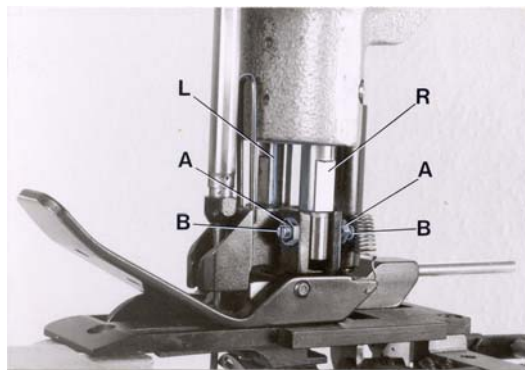

Fig. 9
Remove the needle and rotate the pulley until the feed dog is below the throat plate. Depress the presser foot lifter lever and insert the presser foot in the two presser bars (L and R, Fig. 9). The right presser bar (R) should only engage with its pivot in the groove of the presser foot shank.
Loosen the two lock nuts (A, Fig. 9) and align with the two set screws (B) the needle slot in the presser foot with the needle slot in the throat plate. Secure this setting with the two lock nuts (A). Note: The two set screws (A) should just contact the pivot of the right presser bar (R) but not be tightened. Now tighten the two set screws left in the presser foot shank on the left presser bar. Insert the needle.
Entfernen Sie die Nadel und drehen Sie an der Riemenscheibe bis der Transporteur unter der Stichplatte steht. Drücken Sie den Drückfuß-Lifterhebel und setzen Sie den Drückfuß in die beiden Drückfußstangen (L und R, Fig. 9) ein. Die rechte Drückfußstange (R) darf nur mit dem Zapfen in die Nut der Drückfußnabe eingreifen.
Lösen Sie die beiden Kontermuttern (A, Fig. 9) und richten Sie mit den beiden Gewindestiften (B) das Stichloch im Drückfuß zum Stichloch der Stichplatte aus. Sichern Sie diese Einstellung mit den beiden Kontermuttern (A). Beachten Sie: Die beiden Gewindestifte (A) sollen am Zapfen der rechten Drückfußstange (R) gerade anliegen aber nicht drücken. Ziehen Sie jetzt die beiden Gewindestifte links in der Drückfußnabe auf der linken Drückfußstange an. Setzen Sie die Nadel wieder ein.